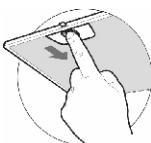

рис. 4
- перед установкой вытяжки снимите алюминиевый фильтр, для этого нажмите на пружинный замок на фильтре и потяните его вниз и на себя (рис. 4);
8.3 Для очистки алюминиевого фильтра извлеките его из вытяжки (рис.4). Произведите очистку фильтра с помощью щетки горячим водным раствором нейтрального моющего средства вручную или в посудомоечной машине (при 60°C). Сильно загрязненный фильтр не следует мыть в посудомоечной машине вместе с посудой. Страйтесь не сгибать фильтр при мойке. Возможное изменение цвета фильтра, с течением времени, не приводит к снижению эффективности его действия.
- снимите алюминиевый фильтр (рис. 4);